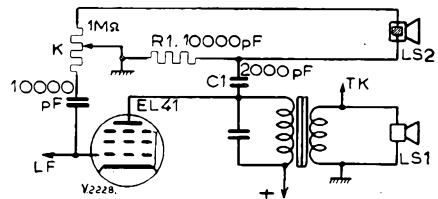

Fig. 2. Schakeling van een kristal-luidspreker (LS2) als extra luidspreker voor de weergave der hoge tonen.
het aanleggen van een laagfrequent signaal, zoals aangegeven in fig. 2, worden door de luidspreker de hoge tonen hoorbaar gemaakt.
2. Voor de ontvanger werd uitgegaan van een eigenbouw ontvanger, afgestemd op kanaal 4 (Lopik), waarvoor een voorzetapparaat werd geplaatst, dat geconstrueerd is volgens fig. 2.
Fig. 2. Voorzetapparaat. L1 is vervaardigd van koperdraad, diam. 1 mm en bevat slechts één winding, diam. 25 mm. L2 bevat 15 windingen, 0,5 mm, gewikkeld op een 1 watt weerstand van 470 ohm.